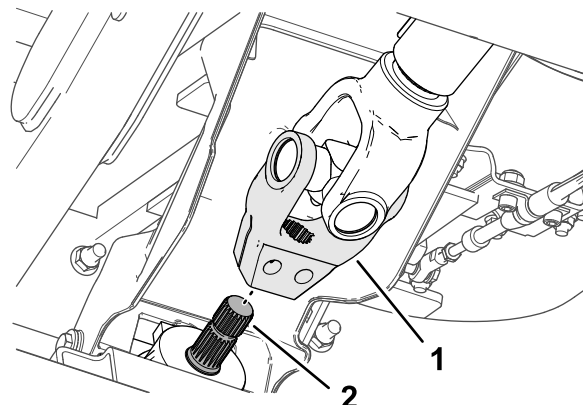

図 16
5. 駆動シャフトのヨークについているスプラインを、アタッチメントの入力シャフトに合わせて 図 16、ヨークをシャフトに取り付ける。